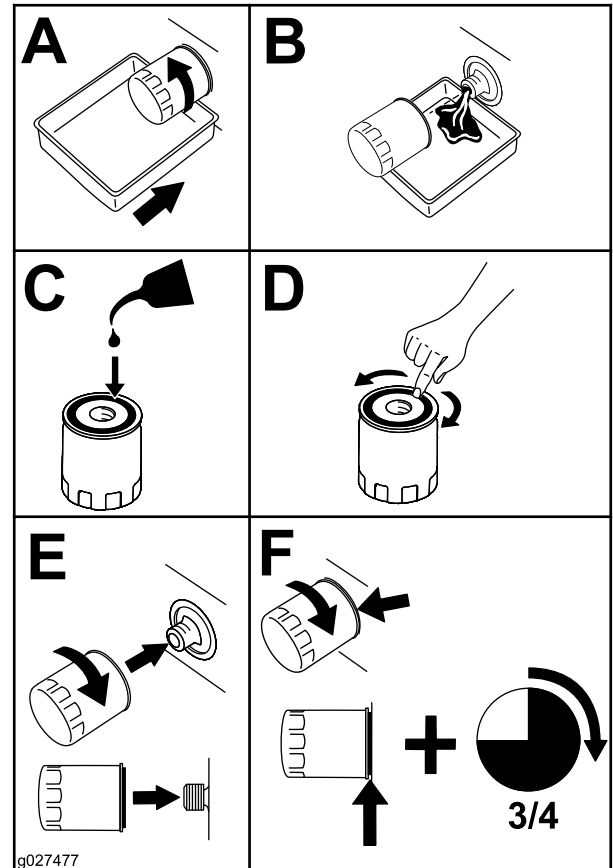

Figura 21
3. Rimuovete il filtro dell'olio motore (Figura 21). Una volta spurgato l'olio, installate un nuovo filtro dell'olio.